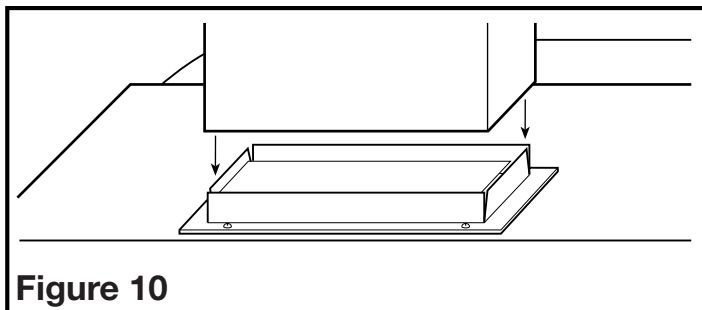

Figure 10
1. Reliez le conduit au raccord et à l'adaptateur de la hotte. Assurez-vous que les joints des conduits et les pénétrations extérieures sont scellés avec du mastic ou tout autre matériau similaire pour créer un passage d'air étanche afin de minimiser la perte ou le gain de chaleur et réduire le risque de condensation. Placez / enveloppez l'isolant autour du conduit et / ou ventilateur afin de minimiser la possibilité d'accumulation de condensation à l'intérieur du conduit, ainsi que la perte ou le gain de chaleur (Figure 10).